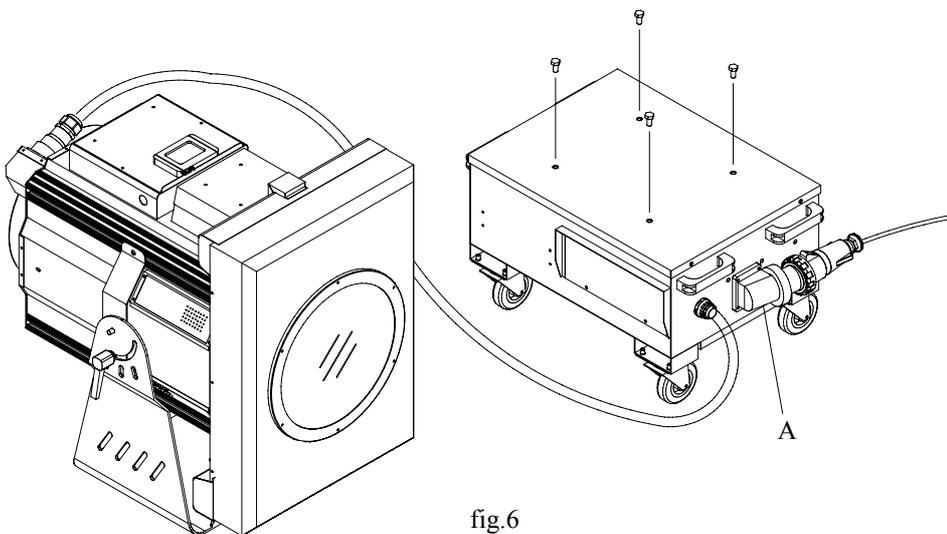

fig.6
Per l'installazione del proiettore su un tetto, un terrazzo, un traliccio, un americana, o comunque un luogo poco agevole per la movimentazione del proiettore, è possibile, per praticità, mantenere separati il corpo luce dal gruppo di alimentazione (vedi fig.6). In questo caso si raccomanda di riposizionare le viti di fissaggio nella loro sede sul coperchio del ballast per assicurare l'impermeabilità al proiettore.
- 2) Inserite la presa GEWISS 16A nella spina del gruppo di alimentazione del proiettore (A fig.6) e collegate alla rete facendo attenzione alla tensione di alimentazione (380V - 50/60Hz).